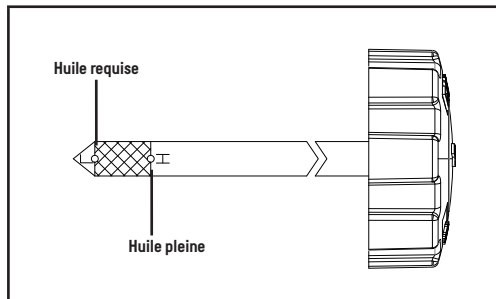

Figure 18B
3. Insérez la jauge dans la goutte de remplissage de l'huile, mais ne la vissez pas, puis retirez-la pour vérifier le niveau d'huile (figure 18B).
4. Si le niveau d'huile est inférieur au repère inférieur sur la jauge d'huile ou s'en approche, retirez la jauge, puis remplissez le réservoir avec l'huile recommandée jusqu'au repère supérieur. N'ajoutez pas trop d'huile (figure 18B).